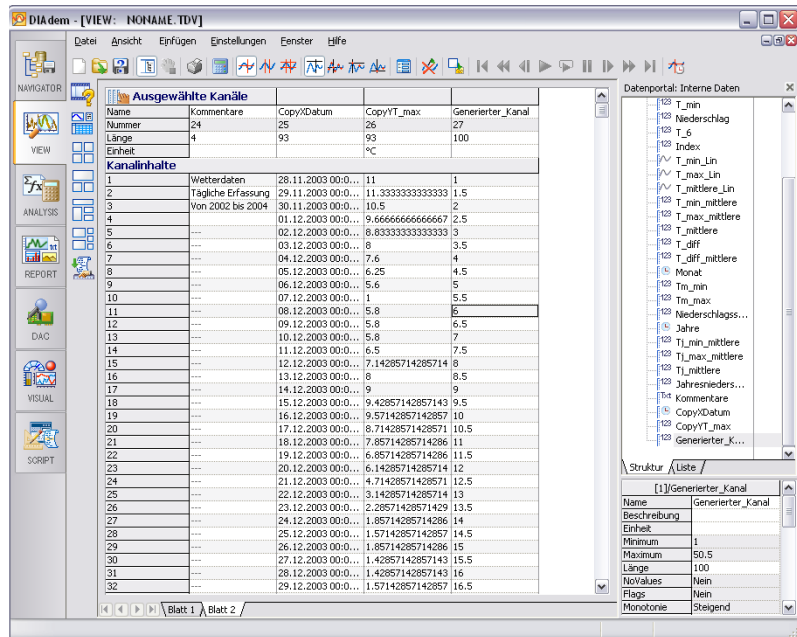

Abbildung 3-3. Daten in Kanaltabellen editieren und generieren
- DIAdem zeigt die Kanaltabelle wie in Abbildung 3-3.